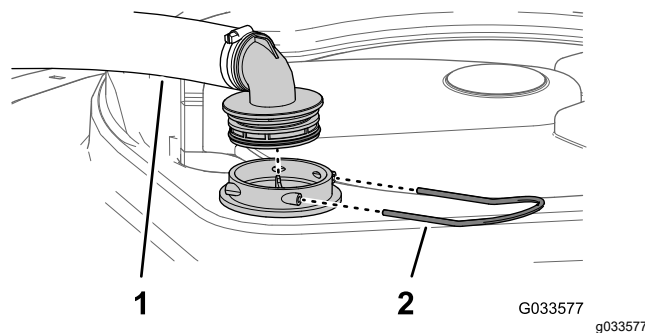

Рисунок 50
3. Отсоедините шланг и шланговый штуцер от корпуса фильтра (Рисунок 50).
2. В верхней части бака опрыскивателя снимите держатель, который крепит шланговый штуцер, подсоединенный к большому шлангу, идущему от корпуса фильтра (Рисунок 50).